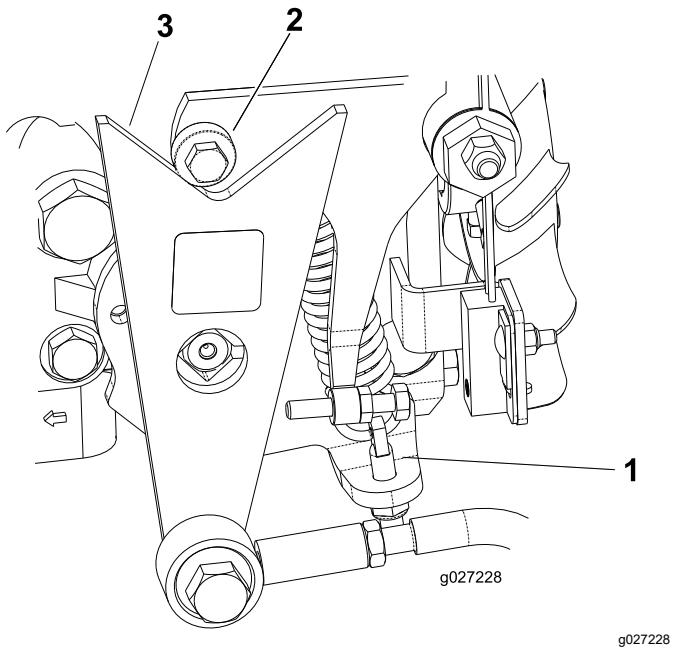

Bild 49
- Wenn sich die Räder in der richtigen Richtung bewegen, stellen Sie den Motor ab und stellen die Sicherungsmutter des Federeinstellungsstifts ein (Bild 49). Stellen Sie die Neutral-Stellung des Getriebes ein, siehe Einstellen der Leerlaufstellung für den Fahrantrieb (Seite 34).